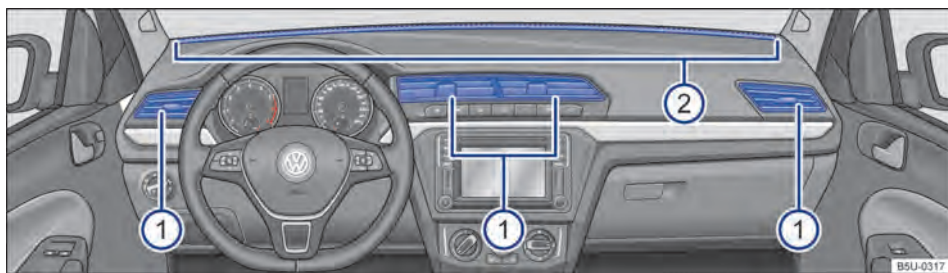

Fig. 77 No painel de instrumentos: difusores de ar.
- Para abrir os difusores de ar ①, pressionar na parte superior do difusor de ar.
Há outros difusores de ar, não reguláveis, encontram-se no painel de instrumentos → Fig. 77 ②, nas áreas para os pés e na parte traseira do interior do veículo.